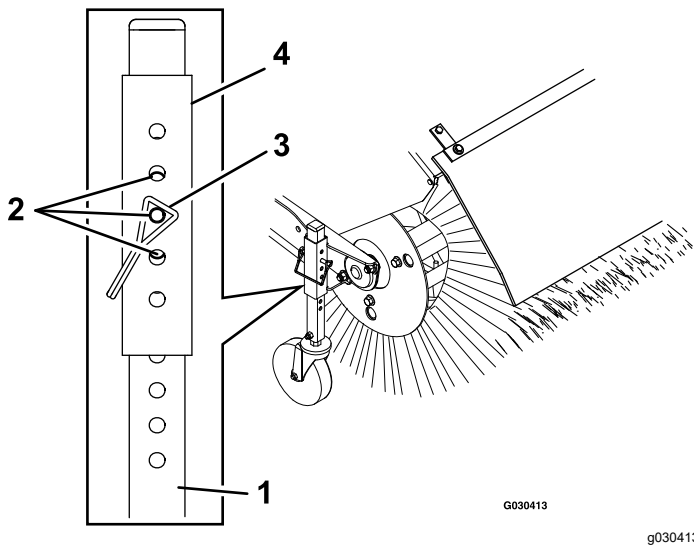

Figura 9
3. Para ajustar la altura del cepillo, retire y guarde el pasador del tubo de ajuste y de la barra de la rueda giratoria (Figura 9).
5. Para ajustes finos, mueva el tubo de ajuste un orificio hacia arriba o hacia abajo sobre la barra de la rueda giratoria para ajustar la altura del cepillo en incrementos de 3 mm (Figura 9). Repita los pasos 3 a 5 en la otra rueda giratoria.